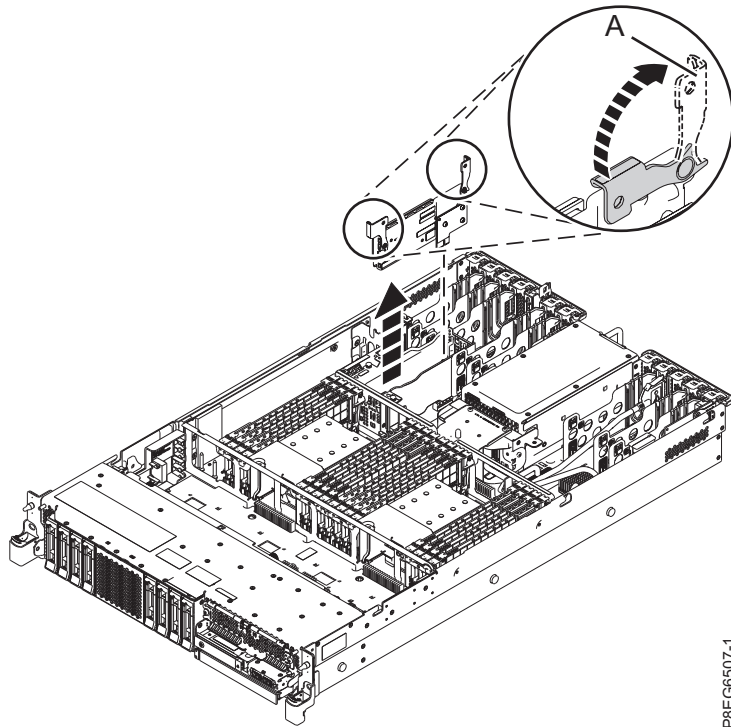

図 5. バックアップ電源モジュール・カードの取り外し
12. バックアップ電源モジュール・カードを取り外すには、図に示す方向に青いハンドル **(A)** を持ち上げます。8 ページの図 5 を参照してください。